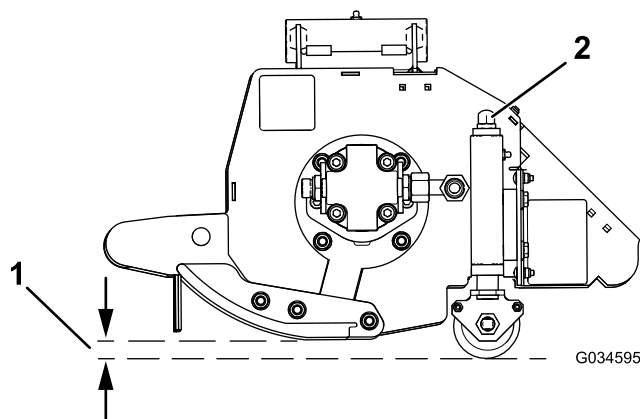

Figura 31
1. Girate il gruppo dado di regolazione su entrambe le estremità in senso orario per diminuire l'altezza di taglio, o in senso antiorario per aumentare l'altezza di taglio (Figura 31).